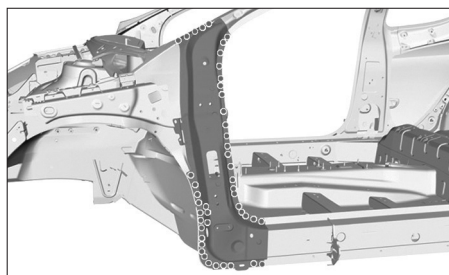

FIG. 65
- par pointages électriques les 46 points (Fig.65),